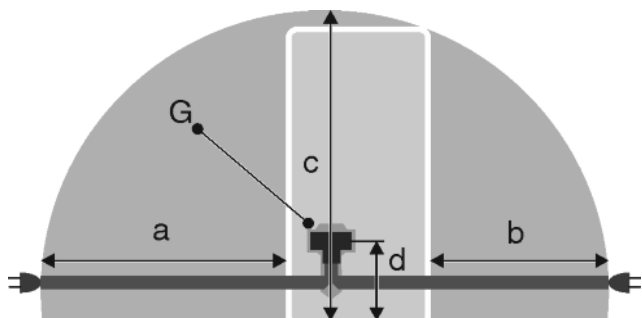

Fig. 28
- Контактът трябва да е извън зоната на задната страна на уреда и в рамките на дефинираната зона Fig. 28 (a, b, c).
- ▶ Включете щепсела на уреда Fig. 28 (G) от задната страна на уреда. Обърнете внимание на доброто фиксиране.